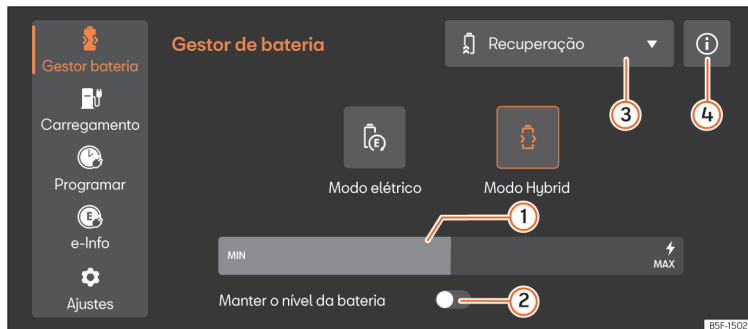

Fig. 119 No sistema de infotainment: menu Gestor da Bateria
- Selecione **Modo elétrico** ou **Modo híbrido** no sistema de infotainment. Encontrará mais informações sobre o modo de funcionamento em ① >>> **Fig. 119** ④.
Legenda da **Fig. 119:**